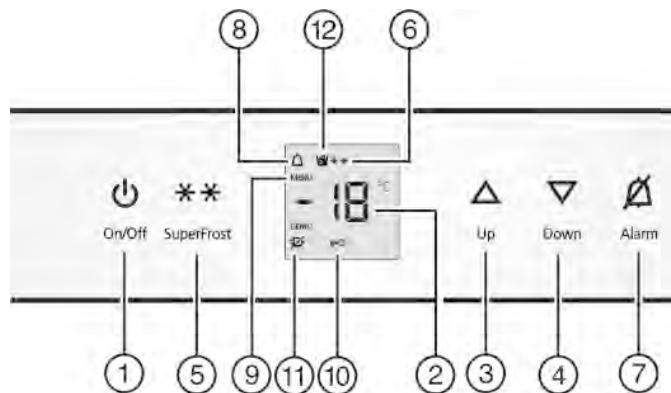

Fig. 2
- нажмите кнопку On/Off Fig. 2 (1).
- Активация режима настройки: удерживайте кнопку SuperFrost Fig. 2 (5) прибл. 5 секунд.
- Символ меню Fig. 2 (9) горит.
- Коротко нажмите кнопку SuperFrost Fig. 2 (5) для подтверждения.
- Для включения защиты от детей коротко нажмите клавишу SuperFrost Fig. 2 (5).
- Символ "Защита от детей" Fig. 2 (10) горит. На индикации мигает
- Для выключения защиты от детей коротко нажмите клавишу SuperFrost Fig. 2 (5).
- Символ защиты от детей Fig. 2 (10) гаснет. На индикации мигает
- Выход из режима настройки: нажмите кнопку On/Off Fig. 2 (1).
- Нажмите кнопку Alarm Fig. 2 (7).
Одновременно мигает индикация температуры и символ тревоги Fig. 2 (8).
Звуковой сигнал выключается автоматически, символ аварийного сигнала *Fig. 2 (8)* выключается и индикатор температуры перестает мигать, если температура снова становится достаточно низкой.
- Нажмите кнопку *Alarm* *Fig. 2 (7)*.
- Установка более высокой температуры: нажмите кнопку настройки *Up* *Fig. 2 (3)*.
- Установка более низкой температуры: нажмите кнопку настройки *Down* *Fig. 2 (4)*.